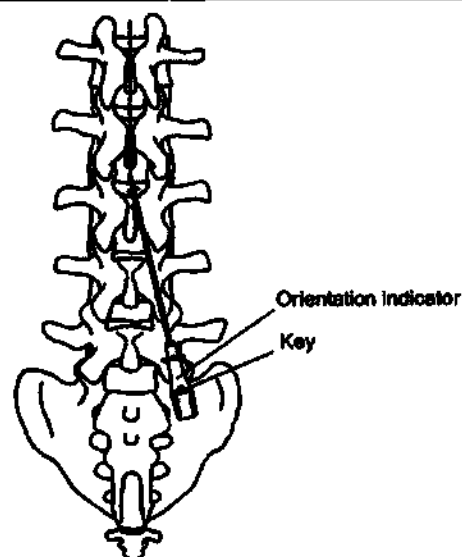

Figure 2. Shallow paramedian oblique insertion top view.
2. Убедитесь, что фиксатор (Рисунок 2) колпачка стилета иглы должным образом установлен в паз соединительной втулки иглы.